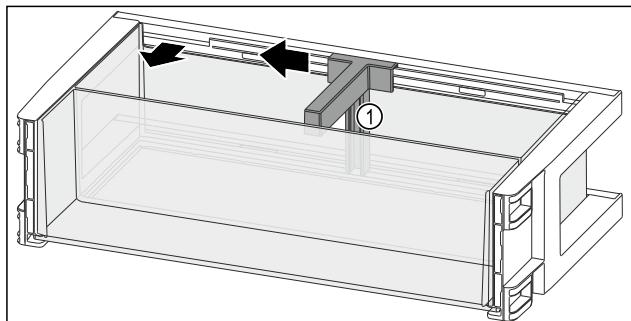

Fig. 108
- Пересуньте тимач пляшок Fig. 108 (1) убік до пазу.
- Вийміть тимач пляшок Fig. 108 (1).